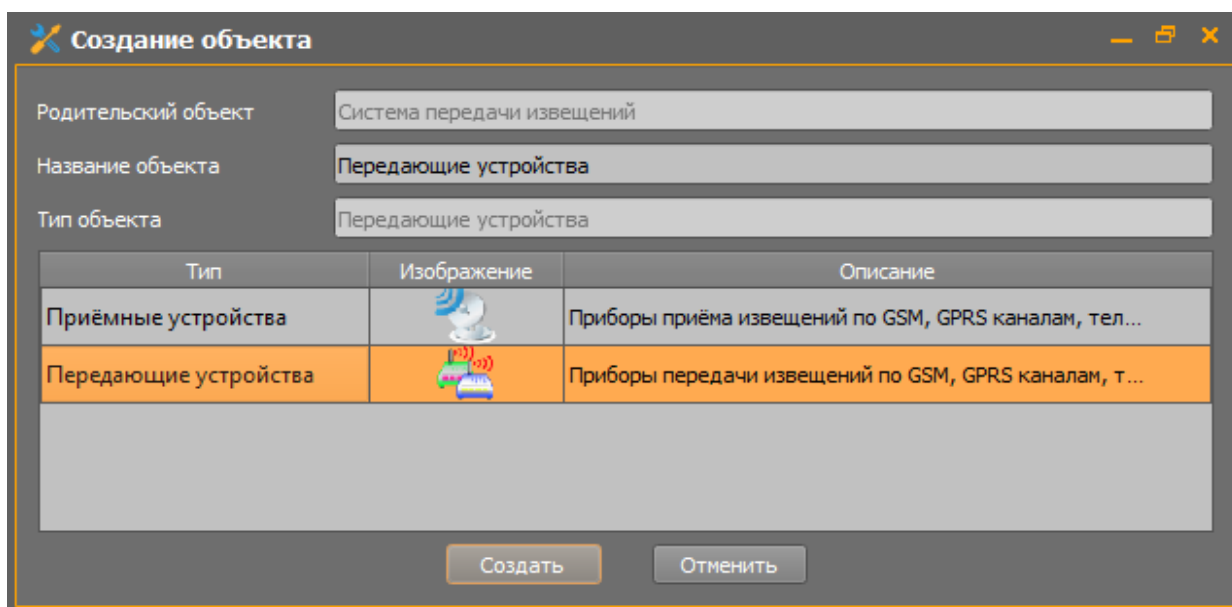

Рисунок 30 Добавление передающих устройств к системе передачи извещений
2. В нем из списка выберите объединяющий элемент: «Передающие устройства» (ПОО) (рис. 30),